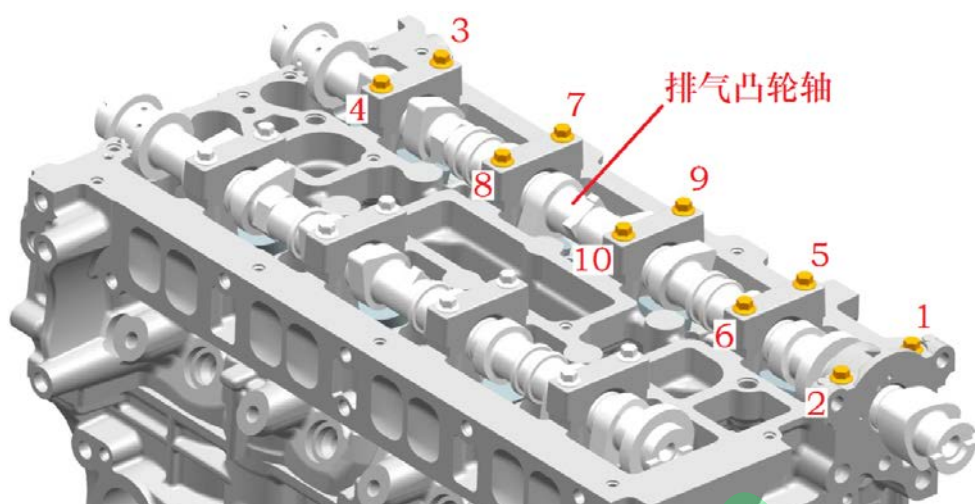

图 9.2
- 4、按下图 9.2 所示顺序卸下凸轮轴轴承盖 II、凸轮轴轴承盖 III，取下排气凸轮轴。